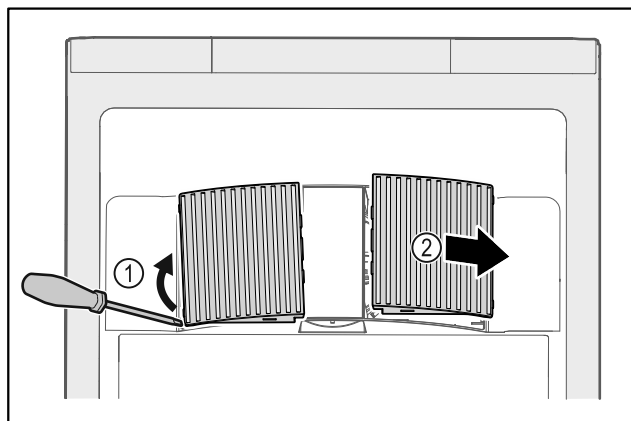

Fig. 133
- Z boku opatrně vytáhněte ventilátorové kryty Fig. 133 (1) a sejměte je směrem dopředu Fig. 133 (2).